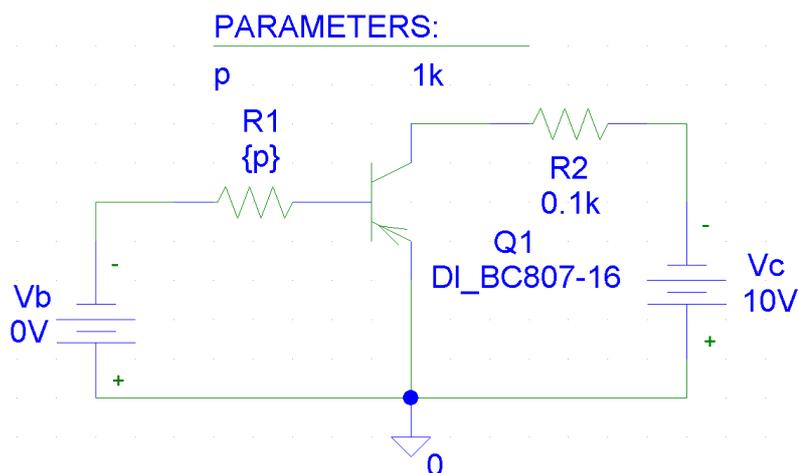
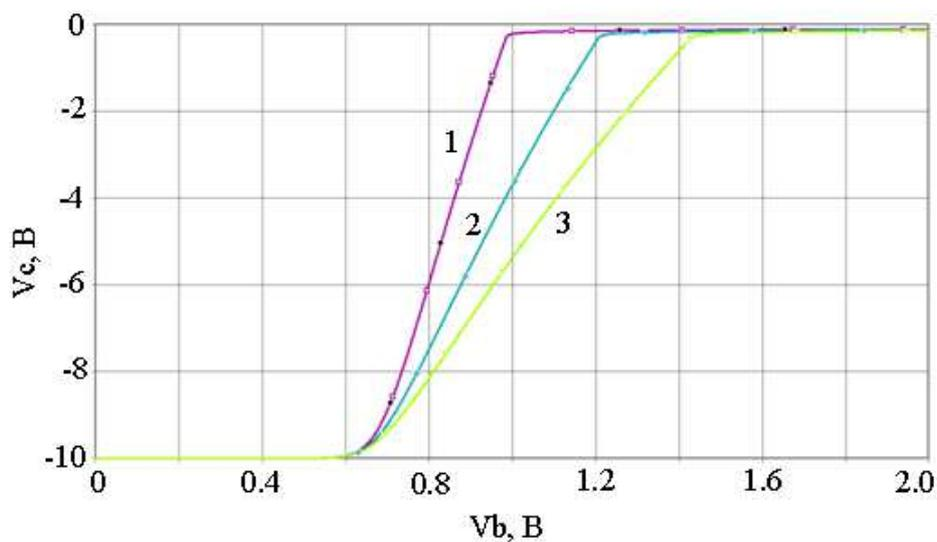

Рисунок 5.5 – Схема измерений передаточной характеристики
Рисунок 5.9 – Передаточные характеристики R1, кОм: 1 – 0.5, 2 – 1.0, 3 – 1.5
5.4.1 Создать новый проект и в PSpice Schematics подготовить схему для измерения передаточных характеристик (рис. 5.5).
5.4.6 Сохранить схему и результаты анализа в заготовке отчета. Пример оформления схемы приведен на рис. 5.5, передаточных характеристик – на рис. 5.9.